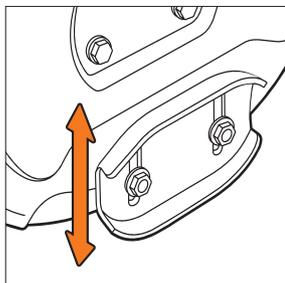

Рис. 40
- Затяните гайки с моментом 25 Н*м. Лыжи имеют две рабочие поверхности, когда одна из сторон изнашивается переверните на её 180° (Рис. 40).